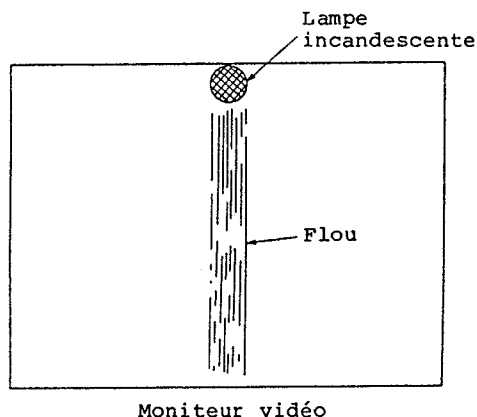

Fig. 4-5
4) Réglage de tension secondaire de détecteur (Fig. 4-5, 4-51)
1. Diriger la caméra vidéo vers une lampe incandescente de 40 W à 60 W placée à un (1) mètre. (Se reporter à la figure 4-5)